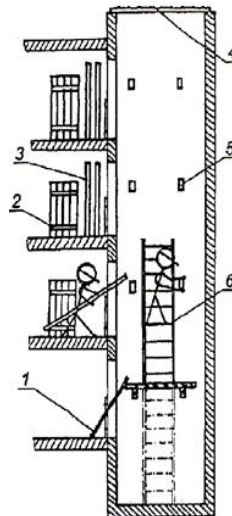

Рис. 2.5
- Подмости монтируют два монтажника в последовательности снизу-вверх (рис. 2.5.).